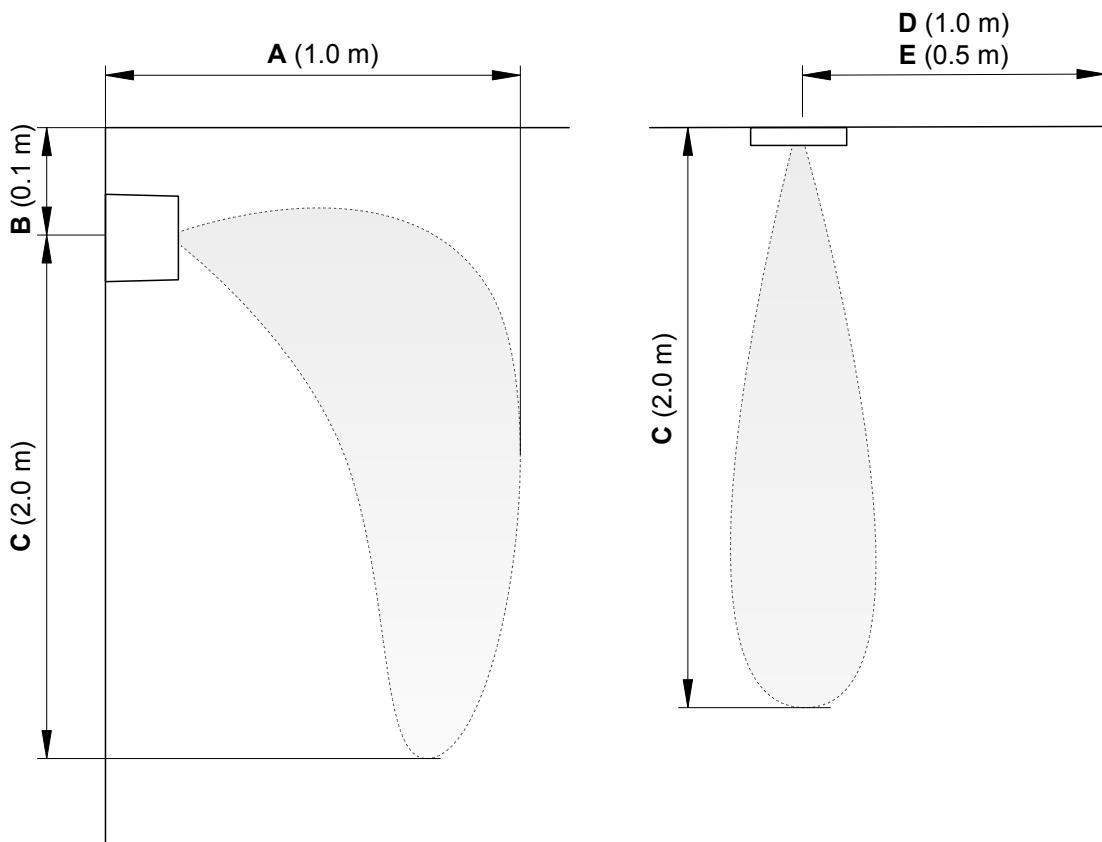

Fig. 15 : Distances minimales à respecter lors du positionnement des têtes vaporisation
- Placez les têtes vaporisation de façon à ce que la brume puisse se répartir librement dans la pièce et ne soit pas dirigée vers des obstacles tels que des poteaux, des meubles, des murs extérieurs froids, des surfaces de fenêtre, etc., sur lesquels l'air humide pourrait se condenser. Les distances minimales à respecter sont indiquées ci-dessous et dans la Fig. 15.